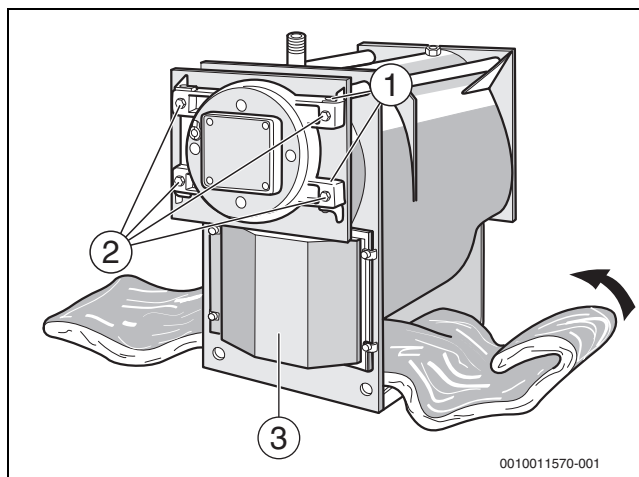

Fig. 9 Deslizar o revestimento de isolamento térmico sob a caldeira
- Ter em atenção que ambos parafusos da dobradiça (→ fig. 9, [1], página 18) estão inseridos.
- Soltar os parafusos da porta [2] e abrir a porta da câmara de combustão (→ fig. 9, página 18).
- ▶ Fechar a porta da câmara de combustão e fixar com os parafusos da porta [2] (→ fig. 9, página 18).